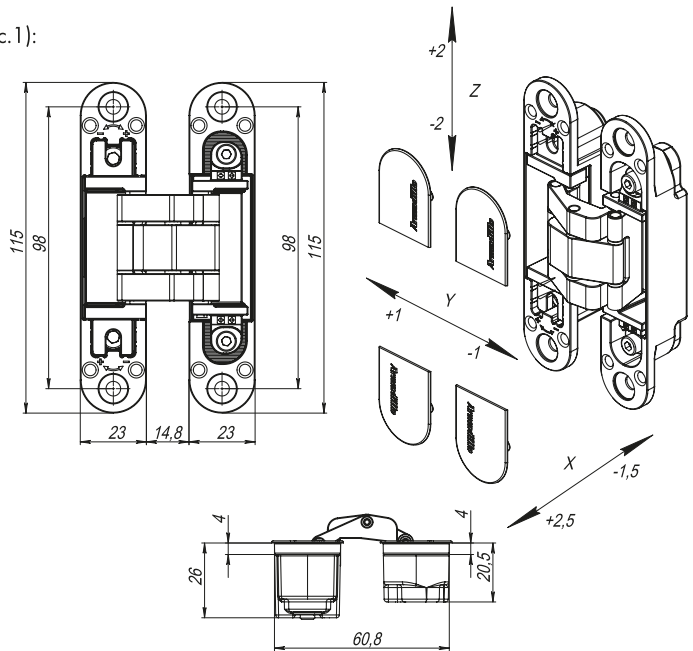

Рисунок 1 — Габаритные размеры петель.
- Габаритные размеры в открытом положении петли (рис. 1):
- Вертикальная регулировка (Z): ± 2 мм.
- Горизонтальная регулировка (X): -1,5 мм +2,5 мм.
- Регулировка по глубине (Y): ± 1 мм.